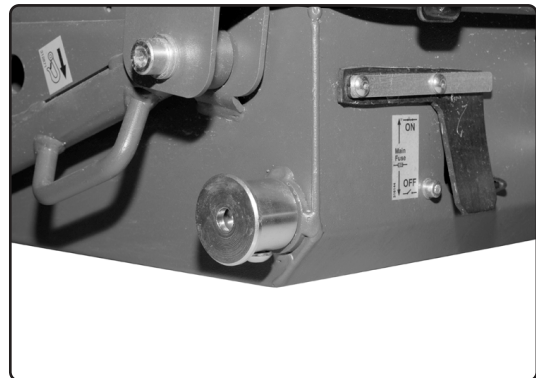

Bild 2.
2. Montera pluncharna på chassit med skruven M8x16 monterad på undersidan. Bild 2.